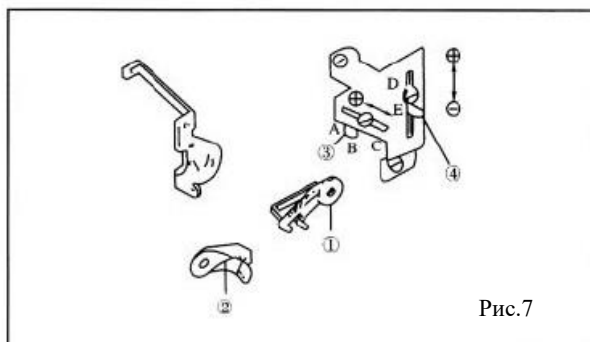

Рис.7
**6.3. Регулировка натяжения нити петлителя. Рис.7.**